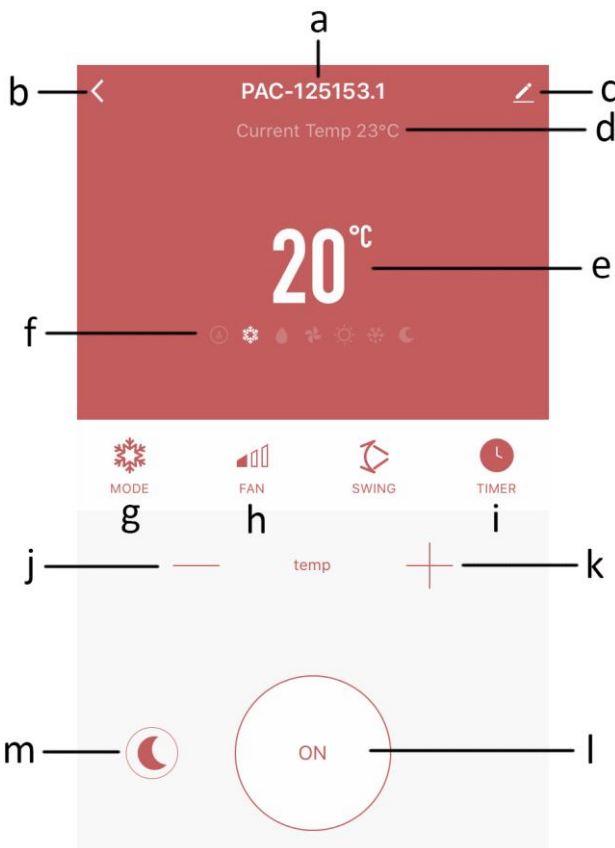

Abb. 5
5. Das Klimagerät können Sie nun über die App-Oberfläche bedienen (Abb. 5). Tippen Sie auf die jeweilige Option zum Einstellen des Geräts. Bei der Auswahl des Betriebsmodus und der Lüftergeschwindigkeit werden die gleichen Optionen wie auf dem Bedienfeld am Gerät angezeigt. Bei der Timer-Einstellung wird allerdings statt der 24 Stunden auf dem Bedienfeld eine Zeitspanne von 23 Stunden als max. Einstellzeit angezeigt.